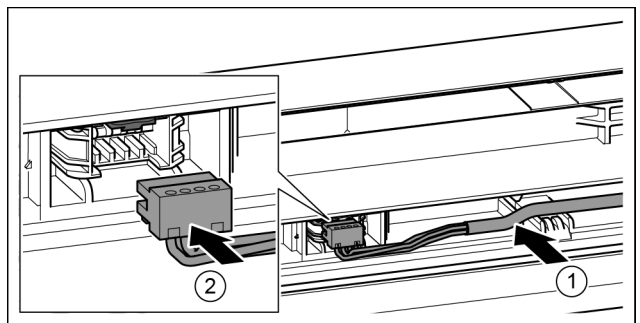

Fig. 38
- ▶ Вставте сірий кабель в направляючу в верхніх дверцятах. *Fig. 38 (1)*
- ▶ Зафіксуйте штекер. *Fig. 38 (2)*